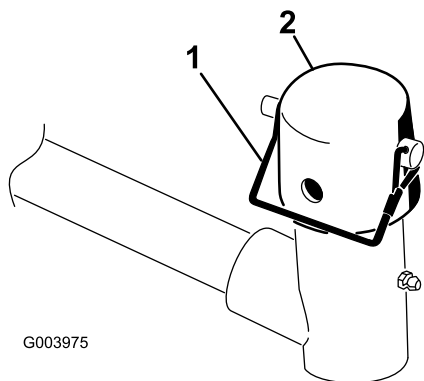

Bild 9
7. Nehmen Sie den Einraststift und die Kappe vom Gelenkjoch des Hubarms ab (Bild 9).
Hinweis: Verwenden Sie den Schlitz, wenn Sie die Schneideinheit lenken möchten, oder das Loch, wenn Sie die Schneideinheit arretieren möchten (Bild 9).